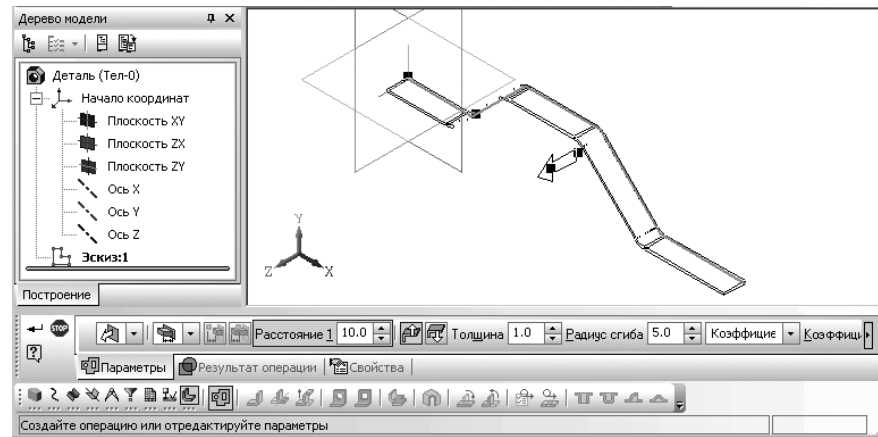

Рис. 7.13. Главное окно системы в режиме создания модели с фантомом гнутого листового тела, **Панелью свойств: Листовое тело** и **Компактной панелью**
- щелкните дважды на **Панели свойств: Листовое тело** в поле **Толщина** и введите в это поле, например, значение равное 4, а затем нажмите на клавишу **Enter**. Возможное состояние системы показано на рис. 7.13;